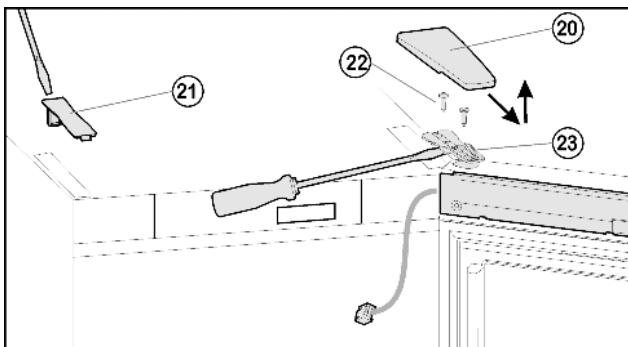
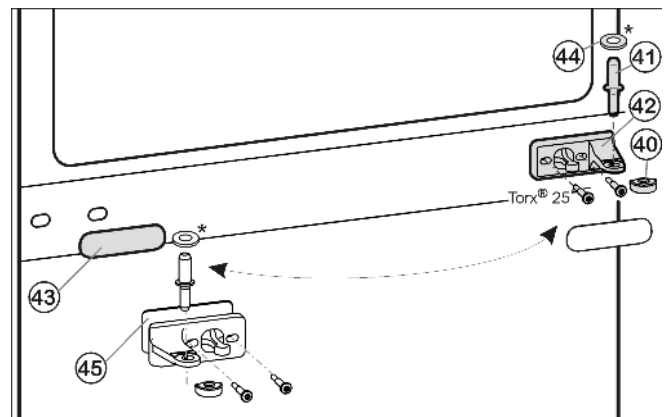
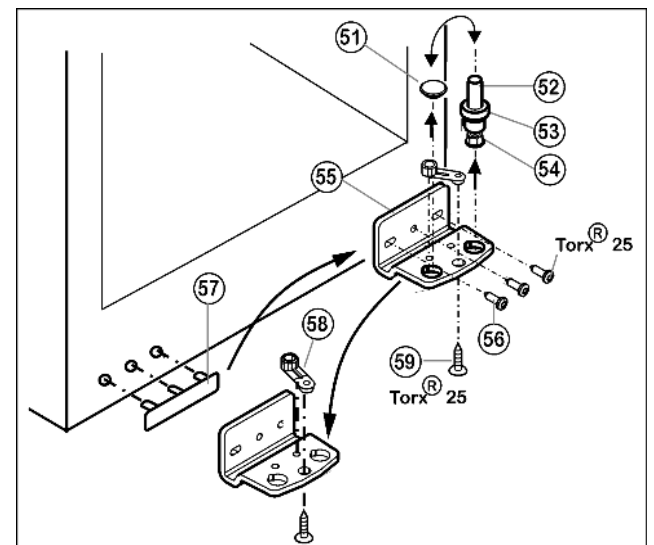

Fig. 6
Fig. 7
Fig. 8
- ▶ Afdekking Fig. 6 (20) naar voren en boven wegtrekken.
- ▶ Afdekking Fig. 6 (21) eraf nemen.
- ▶ Schroeven Fig. 6 (22) geheel uitdraaien.
- ▶ Deur compleet met lagerbus Fig. 6 (23) en snoer naar boven afnemen. Om los te maken eventueel voorzichtig met de schroevendraaier optillen onder de lagerbus.
- ▶ Middelste lagerbout Fig. 7 (41) uit de lagerbus en de onderste deur uittrekken.
- ▶ Kunststof kapje Fig. 7 (40) afnemen.
- ▶ Middelste lagerbus Fig. 7 (42) losschroeven (2 maal Torx® 25).
- ▶ Afdekplaat Fig. 7 (43) voorzichtig afhalen.
- ▶ Middelste lagerbus met Fig. 7 (45) onderlegschiifje Fig. 7 (42) 180° gedraaid aan de nieuwe scharnierkant goed (met 4 Nm) vastschroeven.
- ▶ Afdekplaat Fig. 7 (43) 180° gedraaid aan de nieuwe greepzijde weer vastklikken.
- ▶ Lagerbout Fig. 8 (52) compleet met schijfje Fig. 8 (53) en stelootje Fig. 8 (54) naar boven eruit trekken.
- ▶ Stop Fig. 8 (51) eraf halen.
- ▶ Lagerbus Fig. 8 (55) losschroeven Fig. 8 (56).
- ▶ Lagerdeel *Fig. 8 (58)* losschroeven *Fig. 8 (59)* en in het tegenoverliggende opnamegat van de lagerbus omzetten en weer vastschroeven.
- ▶ Afdekking aan de greepzijde *Fig. 8 (57)* voorzichtig optillen en op de tegenoverliggende zijde plaatsen.
- ▶ Lagerbus *Fig. 8 (55)* aan de nieuwe scharnierzijde evt. met behulp van een accuschroevendraaier weer goed (**met 4 Nm**) vastschroeven.
- ▶ Stop *Fig. 8 (51)* weer in het andere gat aanbrengen.
- ▶ Lagerbout *Fig. 8 (52)* compleet met schijfje en stelvoetje weer aanbrengen. Er daarbij op letten, dat de sluitnok naar achter wijst.
- ▶ Plaats de deur van boven op de onderste lagerbout *Fig. 8 (52)*.
- ▶ Het kunststof kapje *Fig. 7 (40)* weer op de middelste lagerbus *Fig. 7 (42)* zetten.
- ▶ Middelste lagerbout *Fig. 7 (41)* door middelste lagerbus *Fig. 7 (42)* in de onderste deur plaatsen.
- ▶ Bovenste deur op de middelste lagerbout *Fig. 7 (41)* plaatsen, deur sluiten en bovenste lagerbus *Fig. 6 (23)* plaatsen, zodat die aan de bovenkant van het apparaat inklikt.
- ▶ Lagerbus *Fig. 6 (23)* goed (**met 4 Nm**) vastschroeven. Steek de schroefgaten indien nodig voor of gebruik de accuschroevendraaier.
- ▶ Afdekking *Fig. 6 (20)* en afdekking *Fig. 6 (21)* vastklikken.
- ▶ De deur eventueel via de beide langsgaten in de onderste lagerbus Fig. 8 (55) en middelste lagerbus Fig. 7 (42) ten opzichte van de kast uitlijnen. Daartoe middelste schroef in de onderste lagerbus Fig. 8 (55) uitdraaien.